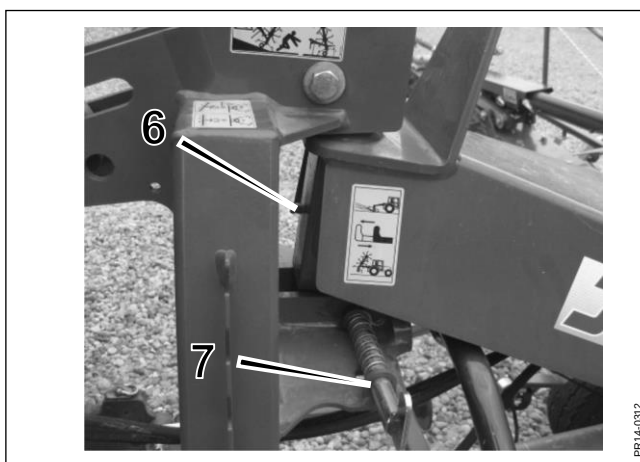

Fig. 8-10
- Fig. 8-10 7. Boulon de transport de sécurité - tous les mois/200 heures**